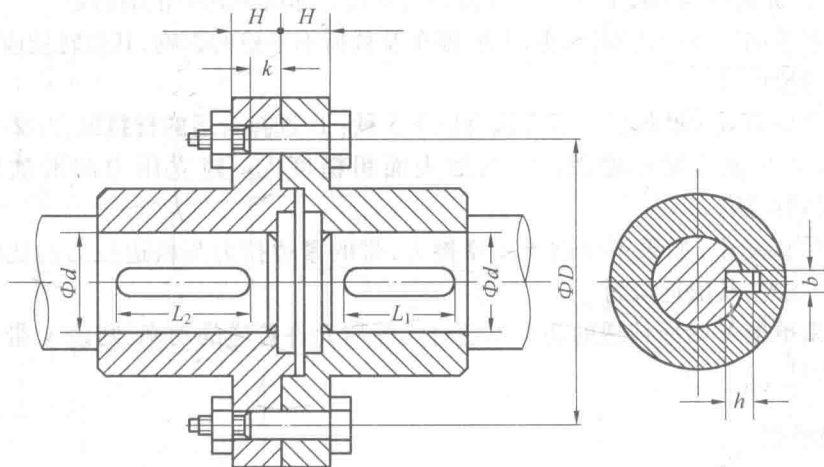

图 1
1. 如图 1 所示，一刚性凸缘联轴器及键连接结构、尺寸（单位：mm），凸缘间用铰制孔螺栓连接，螺栓数目 $Z=6$ ，螺栓无螺纹部分直径 $d_0=17\text{ mm}$ ，螺栓材料许用剪切应力 $[\tau]=256\text{ MPa}$ ，许用挤压应力 $[\sigma]_p=640\text{ MPa}$ ；两个半联轴器材料为铸铁，许用挤压应力 $[\sigma]_p$ 为 75 MPa ，两个半联轴器与钢质材料的轴分别采用双圆头平键单键连接，键宽与键高的尺寸分别为 $b=12\text{ mm}$ 、 $h=8\text{ mm}$ ，长度分别如图所示。试计算：